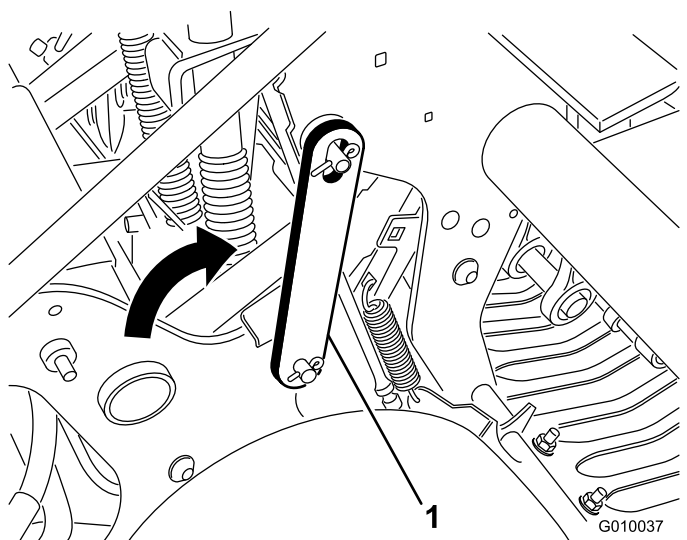

Figura 19
4. Girate indietro il fermo di servizio e inseritelo nella spina della testa di carotaggio (Figura 19). Fissate il fermo con l'anello Seeger.